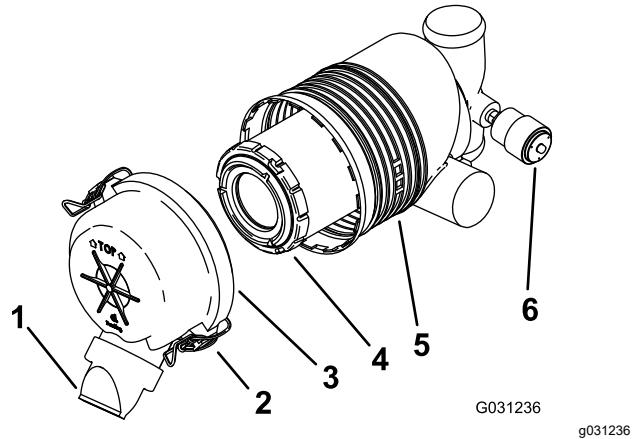

Figura 32
Importante: Cambie el filtro del limpiador de aire únicamente cuando el indicador de mantenimiento se ve rojo (Figura 32). El cambiar el filtro antes de que sea necesario sólo aumenta la posibilidad de que entre suciedad en el motor al retirar el filtro.
5. Abra los cierres del limpiador de aire y tire de la tapa de la entrada de aire para separarla del cuerpo del limpiador de aire (Figura 32).
- Si el indicador de mantenimiento se ve transparente, instale la tapa del limpiador de aire con el tapón antipolvo orientado hacia abajo, y cierre los enganches (Figura 32).
1. Extraiga con cuidado el filtro del cuerpo del limpiador de aire (Figura 32).
3. Instale el filtro con cuidado (Figura 32).
- Instale la tapa del limpiador de aire con el tapón antipolvo orientado hacia abajo, y cierre los enganches (Figura 32).